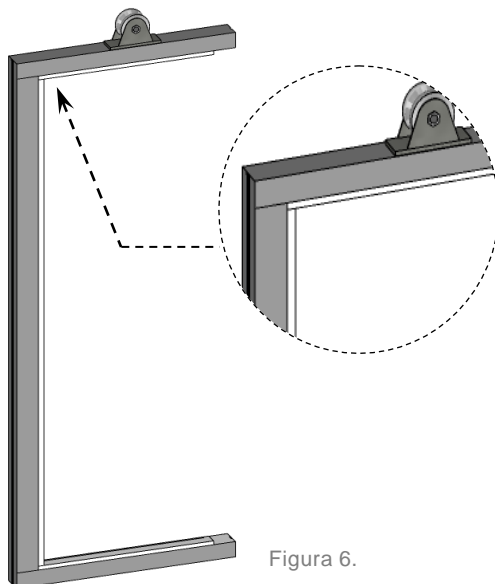

Figura 6.
- 5 | Una vez armado el anclaje A2 de los bloques, debe unirlo junto con el anclaje A1 como se evidencia en la figura 6.